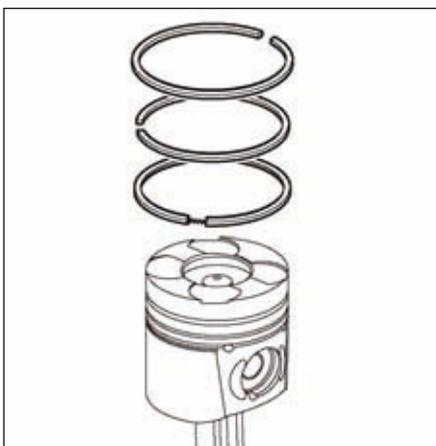

FIG.98
- Mettre en place le jonc d'arrêt (4) de l'axe de piston.
- Reposer les segments en respectant le sens de montage. Respecter l'orientation du jeu à la coupe de chaque segment (Fig.98).